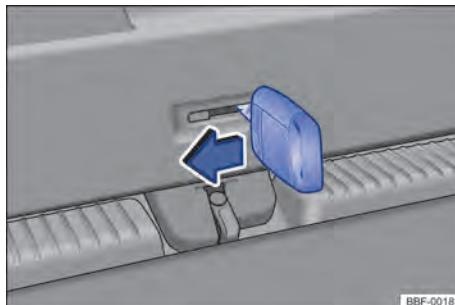

Fig. 60 No compartimento de bagagem: destraravar a tampa traseira.
- Inserir a haste da chave na abertura na tampa traseira → **Fig. 60** e deslocar a alavanca de destravamento no sentido da seta.